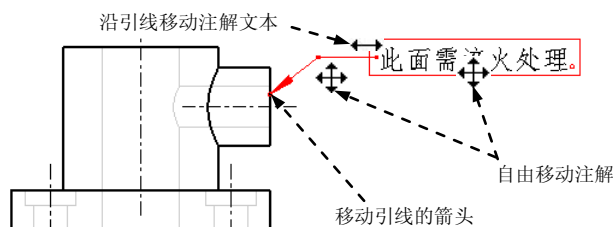

图 5.3.17 带引线注解的移动
(1) 选择 **No Leader (无引线)** 和 **Offset (偏移)** 创建的注解。这种注解无指引线, 可以被移到工程图中任意的位置。移动时, 可先选中它, 当注解加亮显示后, 将鼠标指针置于注解上, 此时光标变为 , 按住左键, 并移动鼠标, 注解会随着鼠标移动, 移到所需的位置后, 松开鼠标的左键。
(2) 选择 **With Leader (带引线)** 和 **ISO Leader (ISO 引线)** 创建的注解。这种注解有指引线, 因此其移动操作较无指引线的复杂, 移动时, 可先选取它, 如图 5.3.17 所示, 同尺寸被选取后一样, 在注解文本及其指引线的周围出现小方框。当鼠标指针移至这些小方框的附近时, 指针以双箭头和四箭头的形式显示, 拖动小方框可对注解作不同形式的移动。
说明: 图 5.3.17 所示的工程图文件位于 D:\proewf5.7\work\ch05.03.04 中, 文件名为 base_drw_01.drw, 供读者参考。